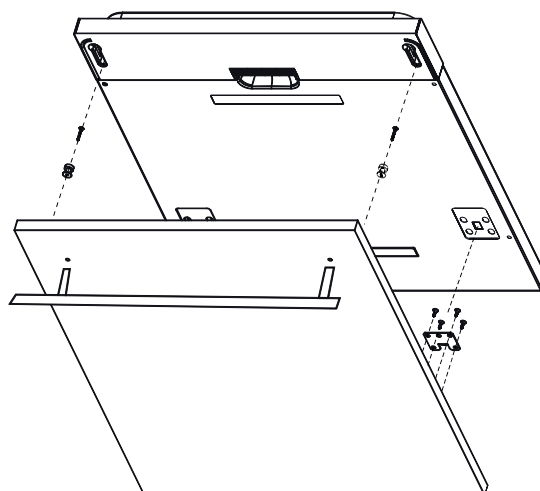
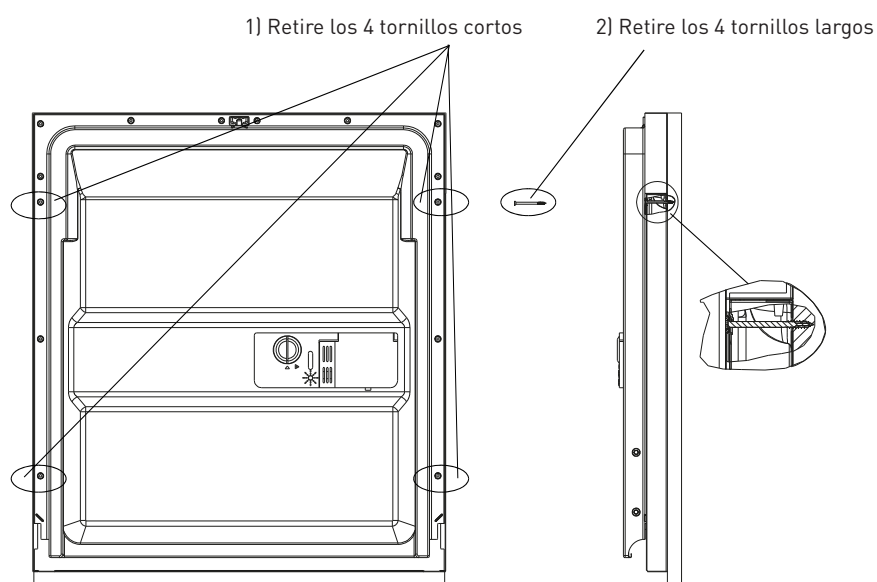

Fig. 4a
Fig. 4b
2. Instale el colgador en el panel embellecedor de madera e introduzca los ganchos en las ranuras de la puerta exterior del lavavajillas (Fig. 4a). Una vez colocado el panel, fíjelo a la puerta exterior con los tornillos y las tuercas suministrados (Fig. 4b).